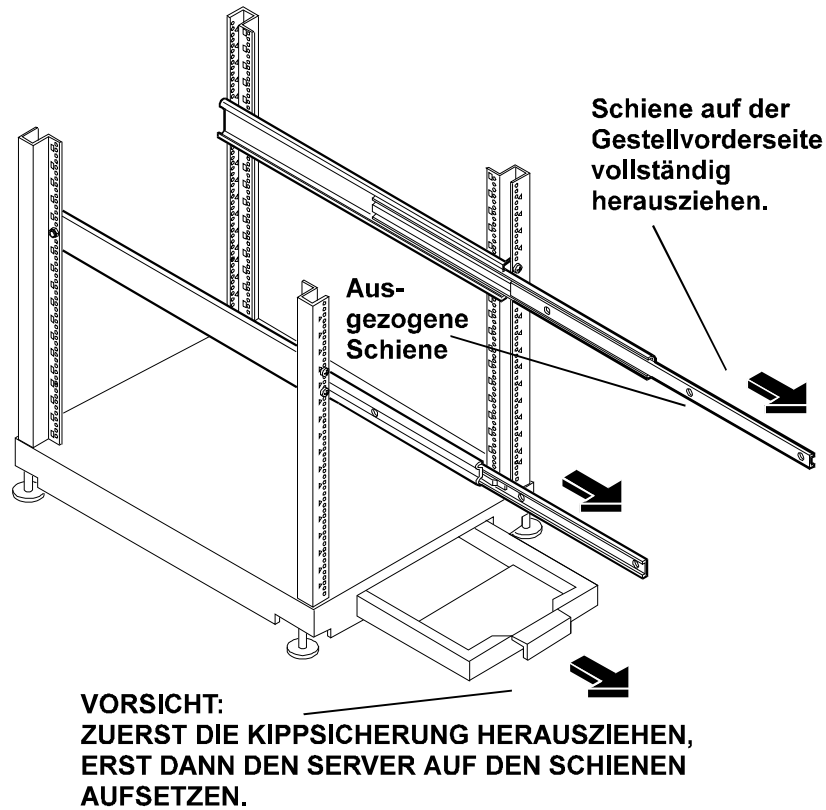

Abbildung 8-12. Schienen und Kippsicherung auf der Gestellvorderseite vollständig herausgezogen
- 2. Ziehen Sie die Schienen vollständig heraus, bis diese hörbar in der arretierten Position einrasten. Beachten Sie, daß die Schienen nicht einzeln geliefert werden (siehe Abbildung 8-12).
Beide Gestelltypen sind mit einer Kippsicherung ausgestattet. Sie muß auf der Vorderseite herausgezogen werden, um so ein Umkippen des Gestells zu verhindern (siehe Abbildung 8-12). Dies bezieht sich auch auf die überstehende obere Abdeckung auf der Gestellrückseite (bei beiden Gestelltypen).